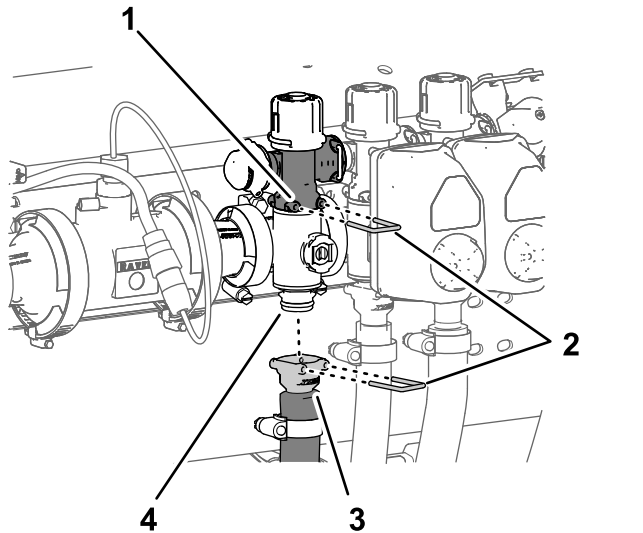

图 106
1. 拆下将喷洒臂段旁通阀快速连接耦合器固定至喷洒臂段歧管阀上的快速连接销图 106。
2. 拆下将喷洒臂段供水软管快速连接耦合器固定至喷洒臂段歧管阀上的快速连接销图 106。